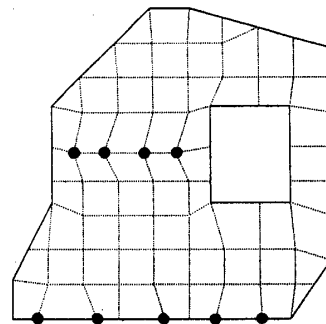

図3 適用例 (黒丸印が指定節点)
3. 適用例 実例の形状は単純であるので、さらに複雑な例題への適用結果を図3に示す。